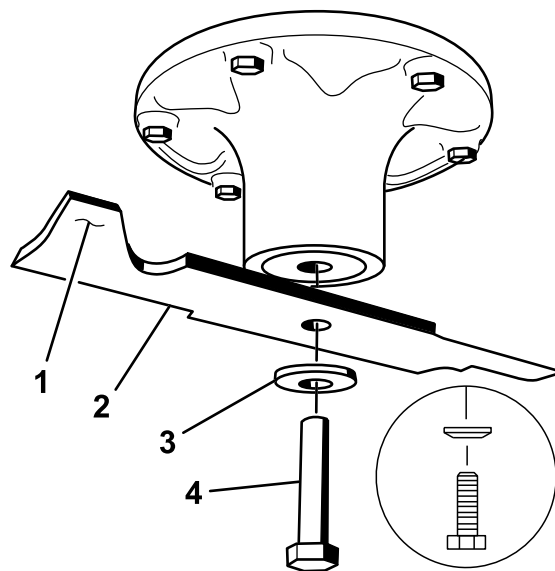

Figure 52
2. Enlevez de l'axe, le boulon, la rondelle bombée et la lame (Figure 52).
- Placez la lame sur l'axe (Figure 52).
- Montez la rondelle bombée (face concave vers la lame) et le boulon de lame (Figure 52).